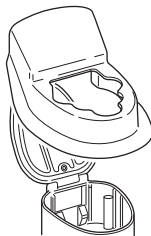

Figura 2 – Colocar o escudo protector de transferência
2. Com a câmara da caixa asséptica aberta, coloque o escudo protector de transferência sobre a caixa asséptica, por cima da respectiva câmara (Figura 2).